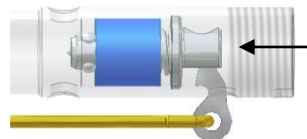

Рис. 11
7. Протолкнуть узел сепаратора вовнутрь ствола до отказа (рис. 11).